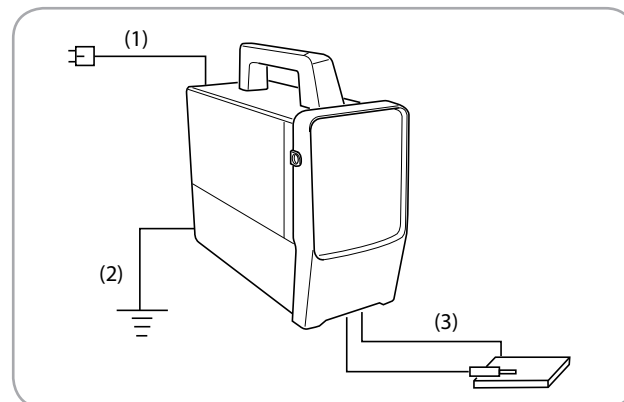

Fig.3
- Verificați cablul electric pe toată lungimea acestuia, verificați și ștecherul înainte și după fiecare utilizare Fig 3 (1)
- Modul în care se face împământarea este prin conectarea acestui cablu între priza de împământare și șurubul din spatele aparatului. Fig 3 (2).
- Cleștele de masă se va conecta la piesa ce urmează să fie prelucrată asigurând un contact cât mai bun și cât mai aproape de zona ce urmează să fie prelucrată Fig 3 (3).